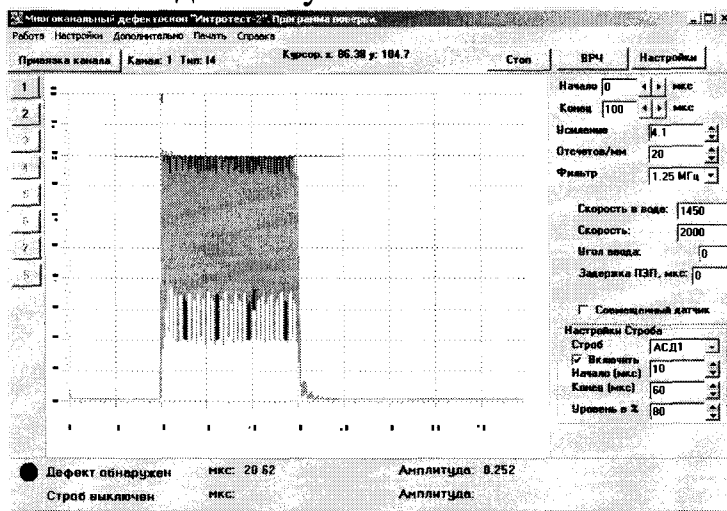

Рисунок 5 - Вид ИРС на экране дефектоскопа
8.4.5 Установить ослабление магазина затуханий 6 дБ. Регулятором усиления дефектоскопа установить амплитуду измерительного радиотехнического сигнала (далее – ИРС) на уровень 80 % по шкале экрана дефектоскопа (смотри рисунок 5). При необходимости отрегулировать уровень ИРС выходным напряжением генератора сигналов.